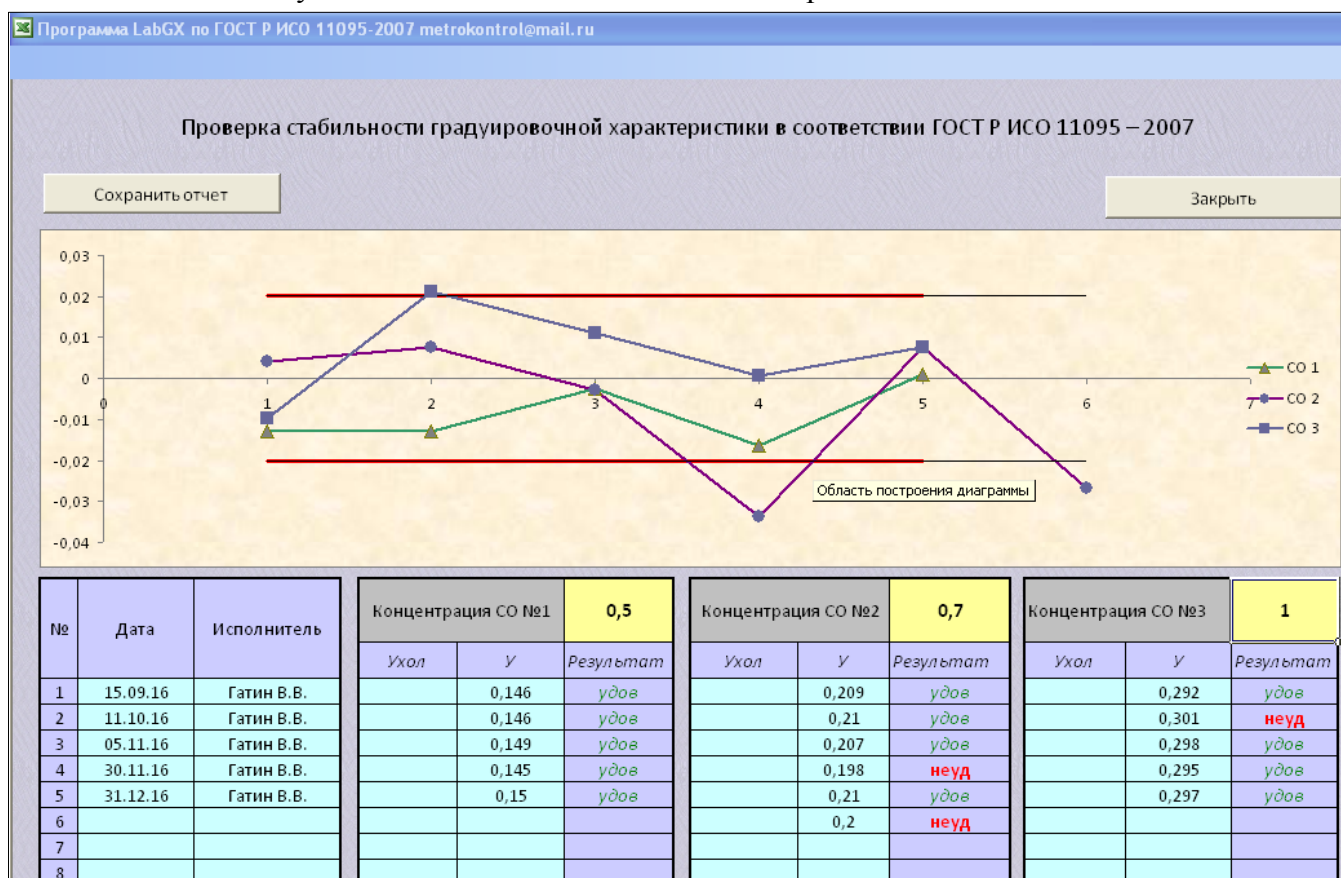

Рисунок 9
3.5.1. Нажатием кнопки «Проверка стабильности в соответствии с НД на методику измерения» выводится соответствующая электронный журнал (Рисунок 9)
- 3.6.1. Нажатием кнопки «Проверка стабильности ГХ в соответствии с ГОСТ Р ИСО 11095-2007» выводится соответствующая электронный журнал (Рисунок 9)